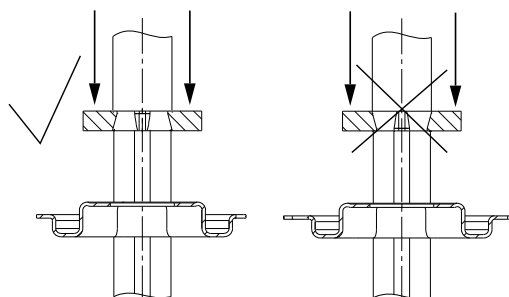

Рис. 12 Монтаж стопорного кольца
6. Установить фиксатор (поз. 111) и стопорное кольцо (поз. 111a). См. рис. 12.